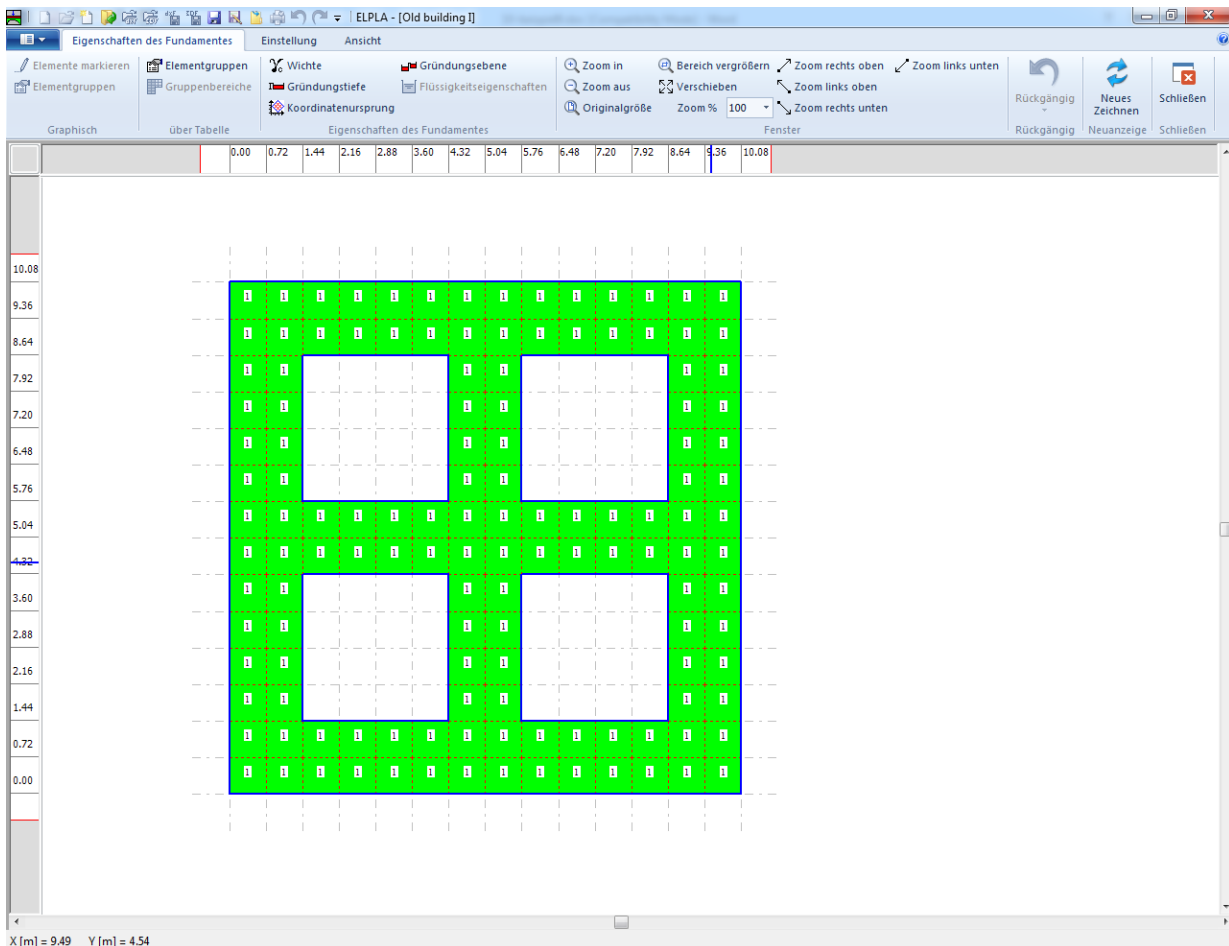
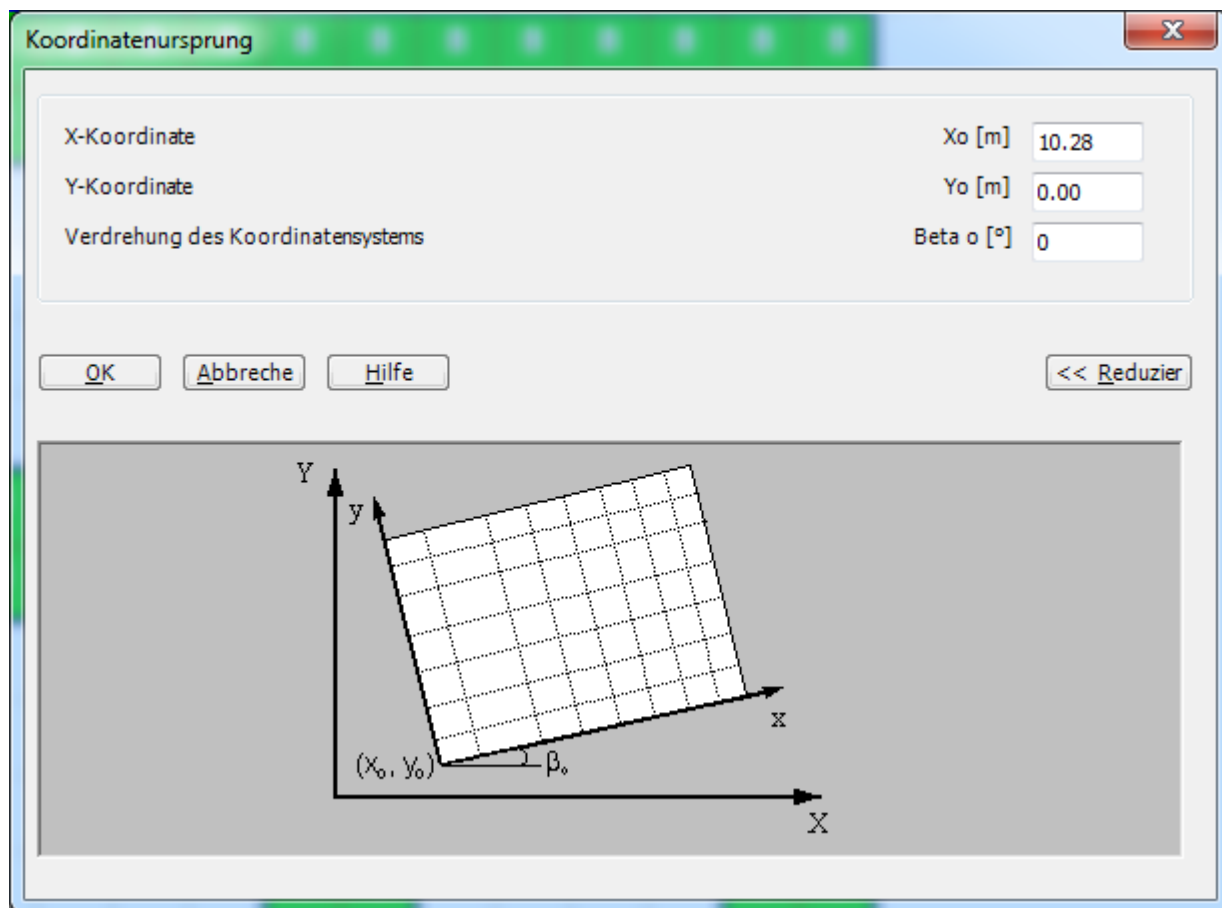

Bild 9.32 "Eigenschaften des Fundaments" Fenster
Bild 9.33 Dialogfeld "Koordinatenursprung"
- Wählen Sie "Eigenschaften des Fundaments" aus der Registerkarte "Daten". Das folgende Fenster im Bild 9.32 erscheint
- Wählen Sie "Koordinatenursprung" aus dem Menü "Eigenschaften des Fundaments" im Fenster von Bild 9.32. Das folgende Dialogfeld im Bild 9.33 erscheint
- Wählen Sie "Speichern" aus dem "Datei"-Menü im Bild 9.32, um die Eigenschaften des Fundaments zu speichern